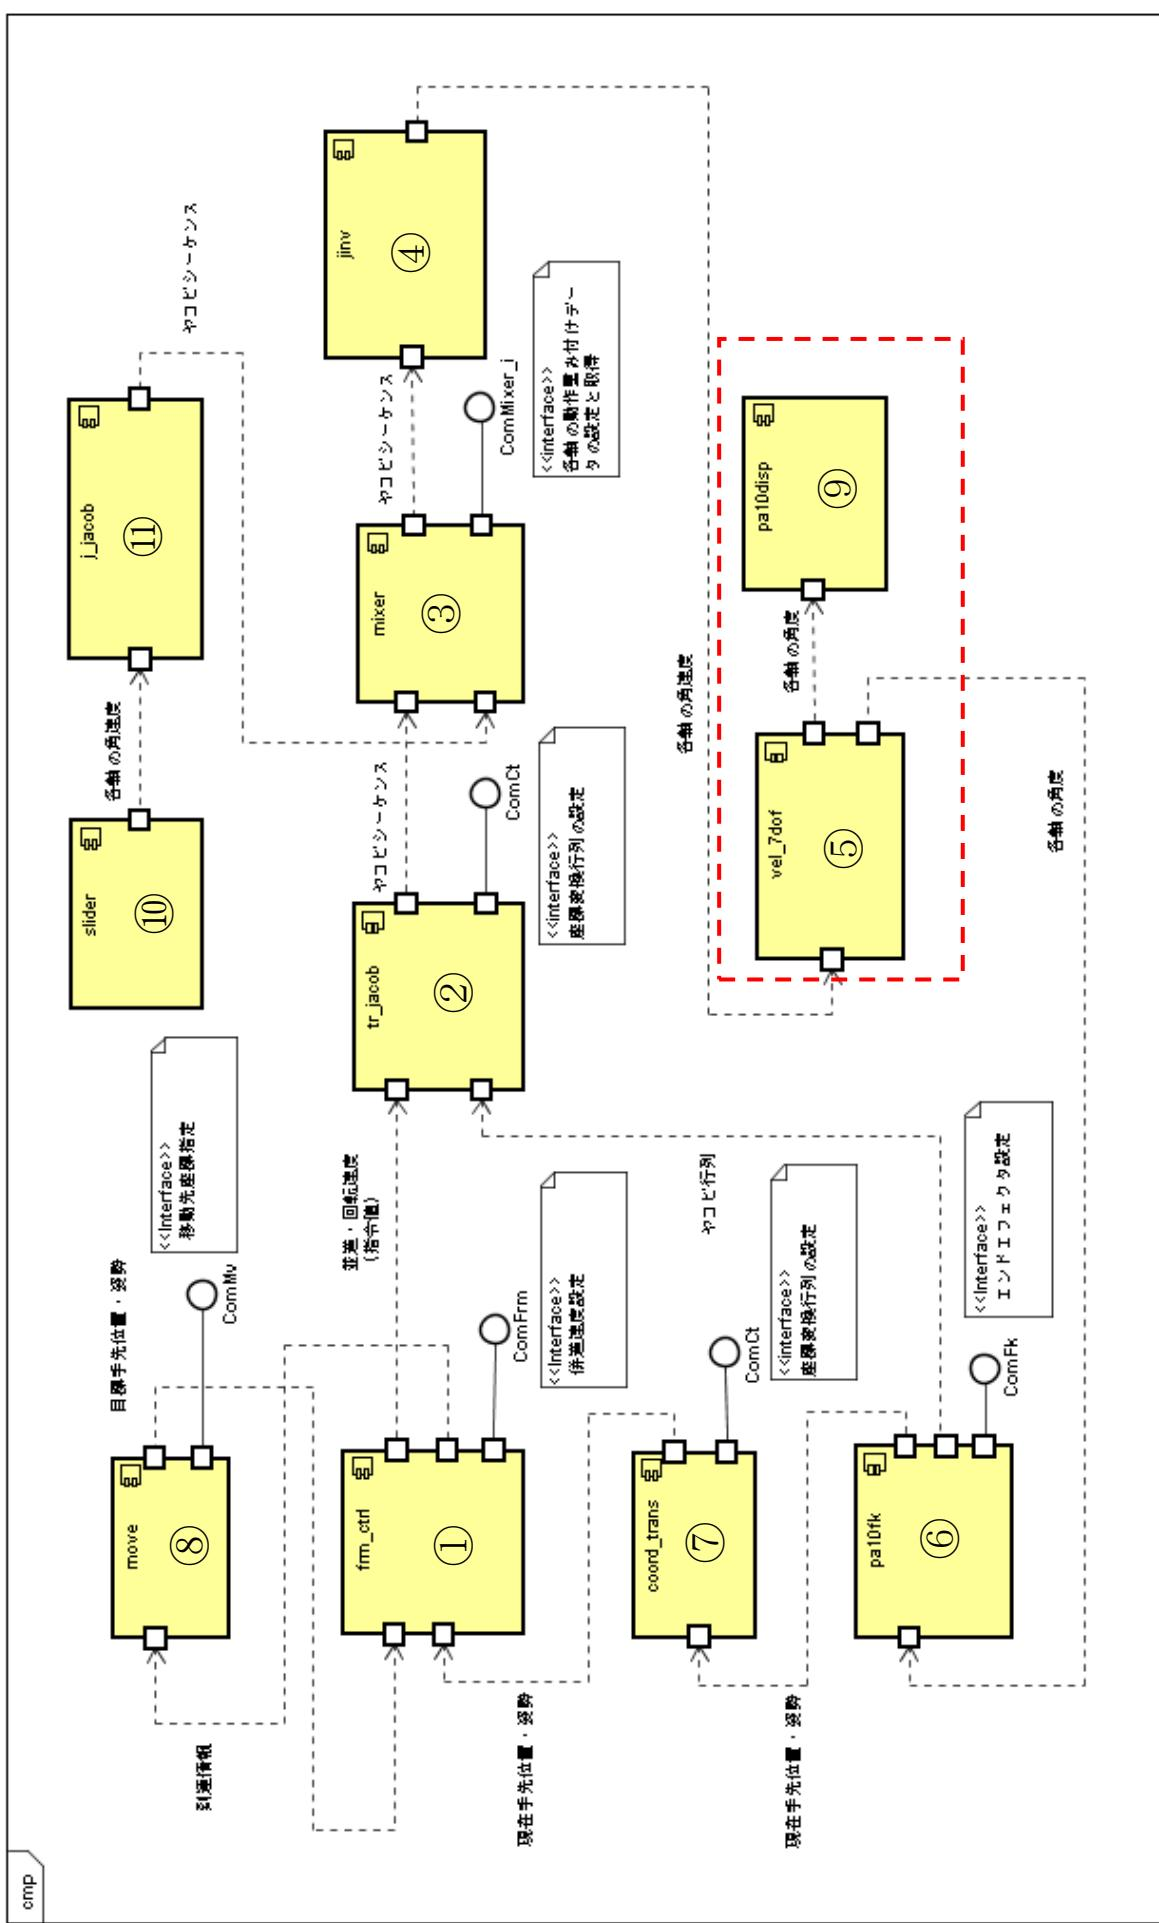
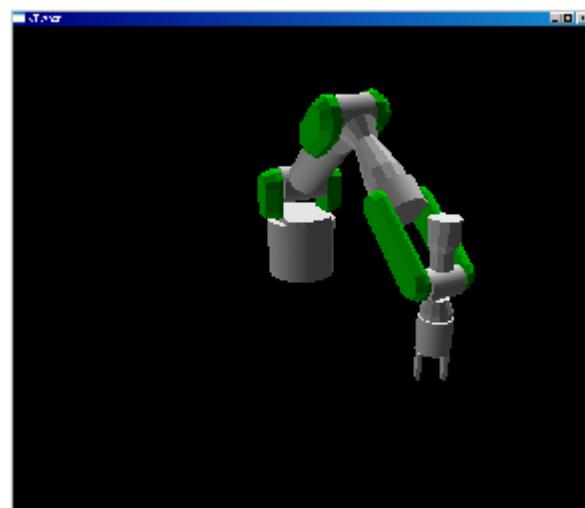

図 2-1 シミュレータ接続時モジュール構成図（分解運動速度制御モード）
図 2-2 VPython シミュレータ表示画面
シミュレータ動作時の本知能モジュール（分解運動速度制御モード）は図 2-1 に表されるように、
で構成される。手先の目標位置・姿勢の設定は操作制御コンポーネントで、動作速度の上限設定は軌跡制御コンポーネントで、手先ツール長の設定は PA10 順運動学計算コンポーネントでサービスとして提供されている。図 2-1 シミュレータ接続時モジュール構成図中の点線で囲んだ箇所は動作環境に合わせて付け替える部分であり、ここでは VPython によるシミュレータ環境を接続したものである。図 2-2 が VPython シミュレータ表示画面になる。
実機動作時のモジュール構成（分解運動速度制御モード）は、前節のシミュレータ関連コンポーネント（⑤、⑨）を実機制御コンポーネント（⑫）に置き換えたものになる。図 2-3 に実機動作時モジュール構成図を示す。図 2-3 実機動作時モジュール構成図と図 2-1 シミュレータ接続時モジュール構成図の違いは図中の点線で囲んだ部分のみである。本モジュールに接続した実機の写真を図 2-4 接続した実機に示す。